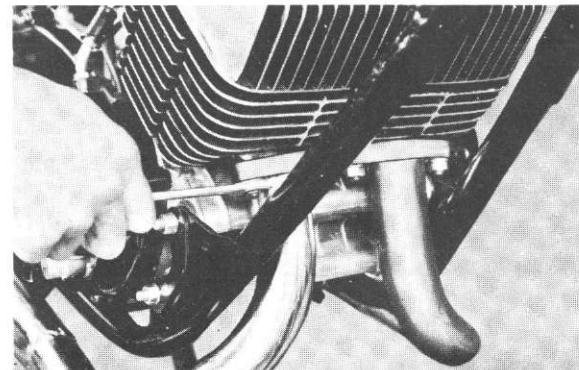

Fig. 4-1-2
2. Remove the exhaust pipe. (Fig. 4-1-2)
2. Retirez les tuyaux d'échappement. (Fig. 4-1-2)
2. Auspuffleitungen demontieren. (Abb. 4-1-2)